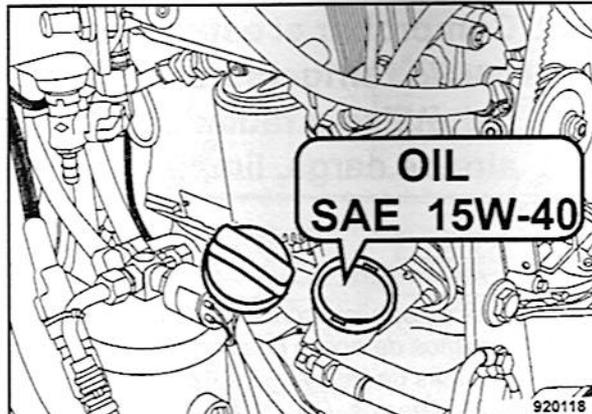

Fig. 128
- Rellenar el aceite de motor por la tubuladura de llenado de aceite (Fig. 128).